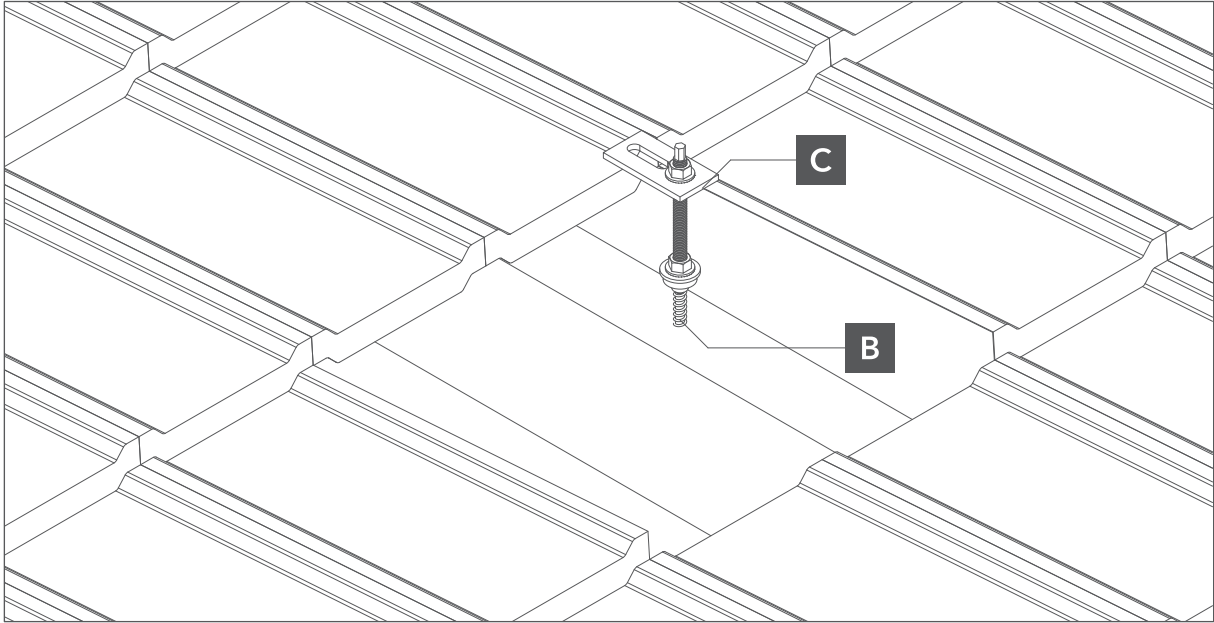

Abb. 4. Befestigung der doppelt gewindeten Schraube an den Dachbalken
- 3** Nach dem Anziehen der Schraube mit Doppelspindel und des Montageadapters sollten sie an die Sparren befestigt werden (Abb. 4).